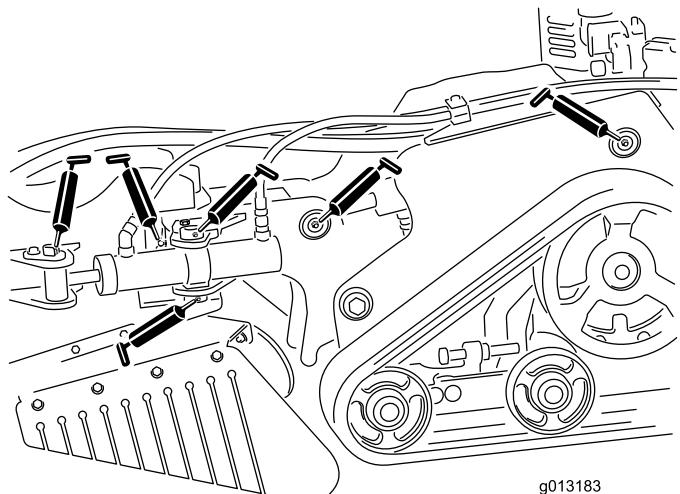
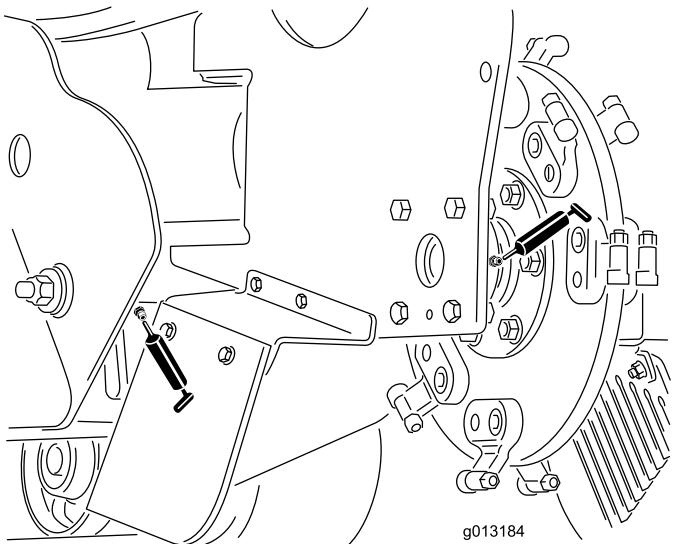

Figura 28
Figura 29
3. Ligue uma pistola de lubrificação ao encaixe (Figura 28 e Figura 29).